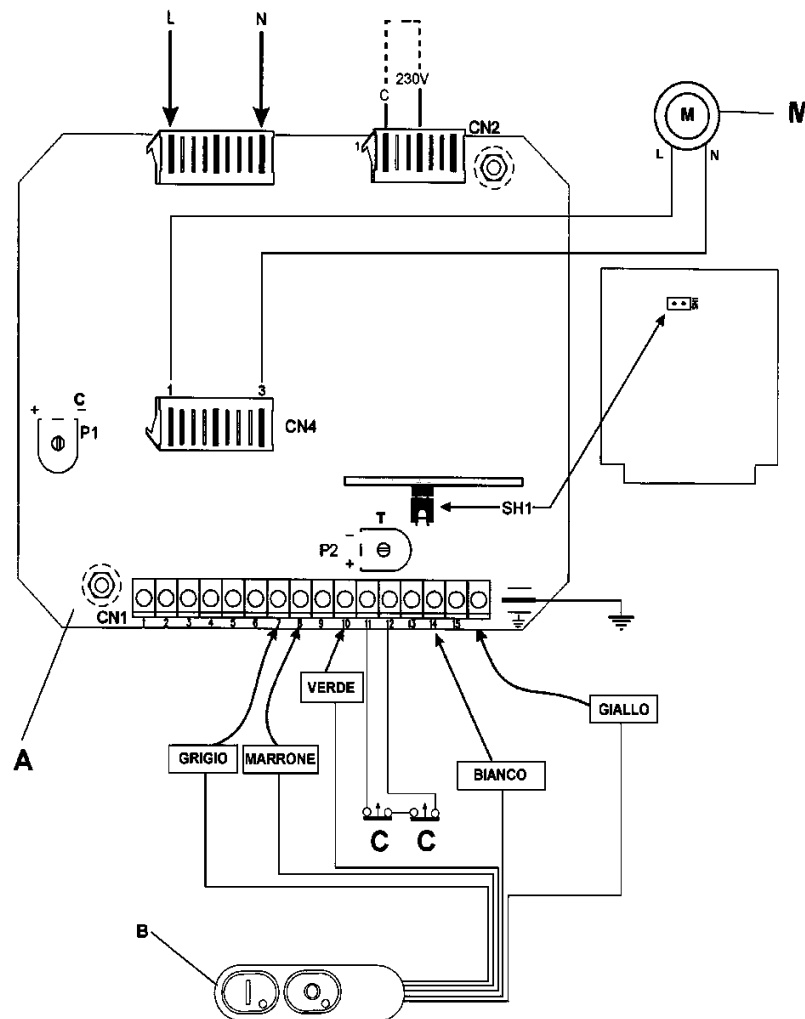

Fig.2.6.2
2.6.2 Schéma électrique monophasé à 230V (Fig. 2.6.2)